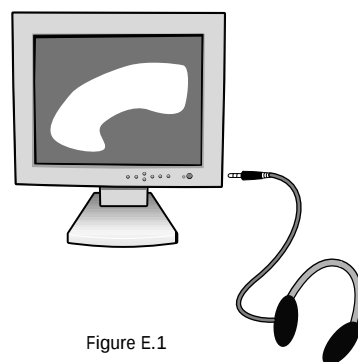

Figure E.1
2. Vous pouvez connecter un casque à la sortie "Headphones" sur le côté droit du moniteur (Figure E.1). Un casque peut se trouver chez n'importe quel revendeur d'appareils électronique.